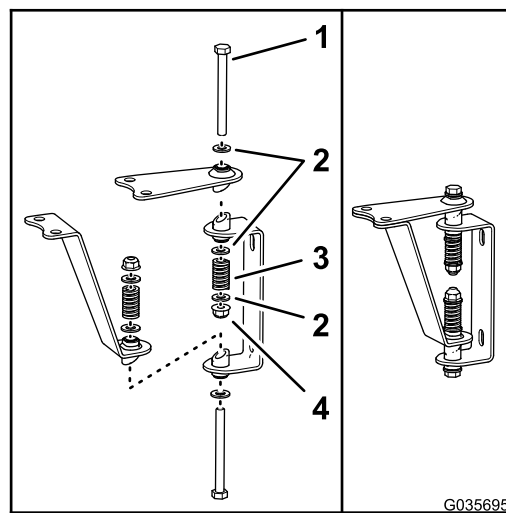
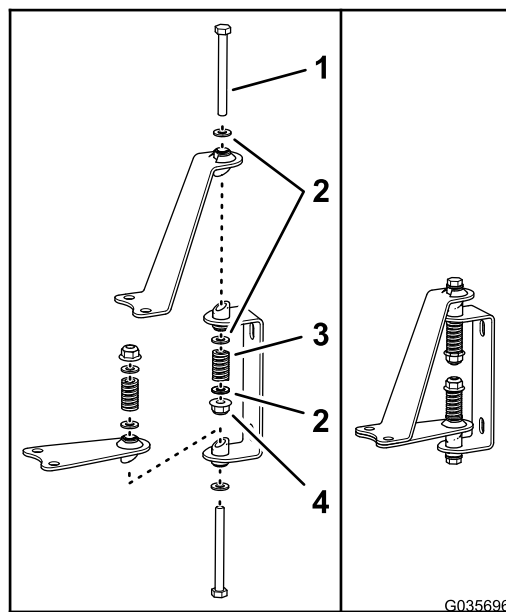

Figura 4
Figura 5
- Introduceți uruburile prin orificiile tubului sudat cu articulație, elementelor de articulație și bridelor așa cum se arată în Figura 4 sau Figura 5.
- Montați o aibă plată la capătul liber al fiecărui urub (Figura 4 sau Figura 5).
- Montați un arc la capătul fiecărui urub (Figura 4 sau Figura 5).
- Montați o aibă plată și o contrapiuliță la capătul fiecărui urub (Figura 4 sau Figura 5) și strângeți contrapiulițele până când arcul este bine strâns.